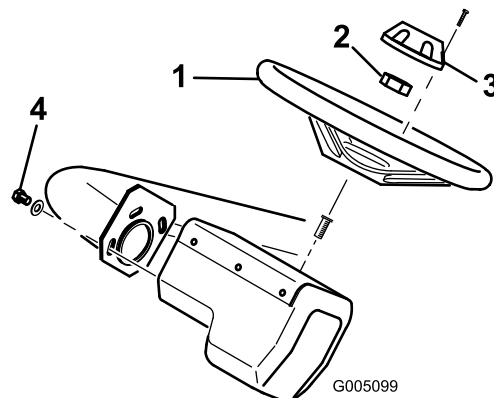

Figura 7
1. Faça deslizar o volante para a coluna de direcção e fixe-o com a porca de bloqueio (Figura 7). Aperte para 43 Nm.
2. Instale a tampa no volante com o parafuso (Figura 7).
Nota: O volante pode ser ajustado para a frente e para trás para um maior conforto do operador desapertando os três parafusos de montagem, deslocando o volante para a posição de operação pretendida e apertando os parafusos (Figura 7).